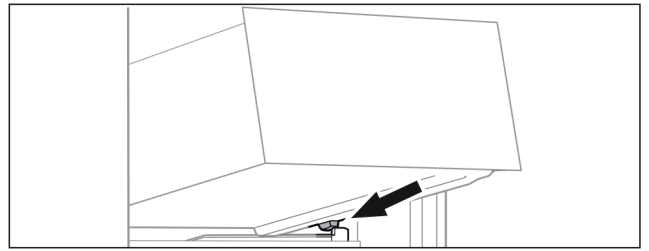

Fig. 19
- ▶ Встановити висувний ящик за стопорами на ребро для резервуару навскоси. (див. Fig. 19)